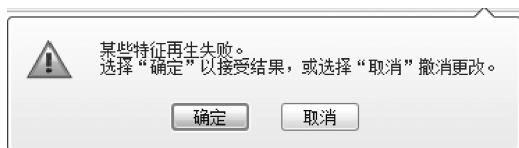
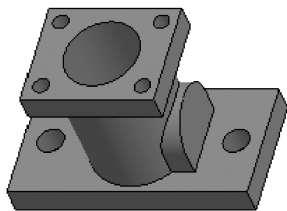

图4-106 错误提示
图4-107 完成凸台修改
(15) 符合要求后，在图形区单击鼠标中键，由于水平孔是原来凸台的子特征，和凸台有关联，此时弹出错误提示信息，如图4-106所示，单击【确定】按钮完成凸台修改，如图4-107所示。